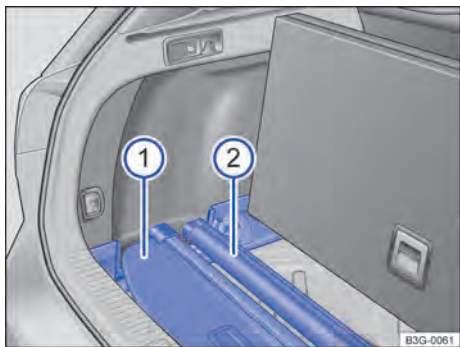

Fig. 198 Embaixo do assoalho do compartimento de bagagem: guardar a cobertura do compartimento de bagagem e a rede divisória.
- Colocar a cobertura do compartimento de bagagem removida → Fig. 198 (1), conforme representado, nos rebaxos traseiros dos alojamentos laterais.
- Colocar a rede divisória removida → Fig. 198 (2), conforme representado, nos rebaxos dianteiros dos alojamentos laterais.